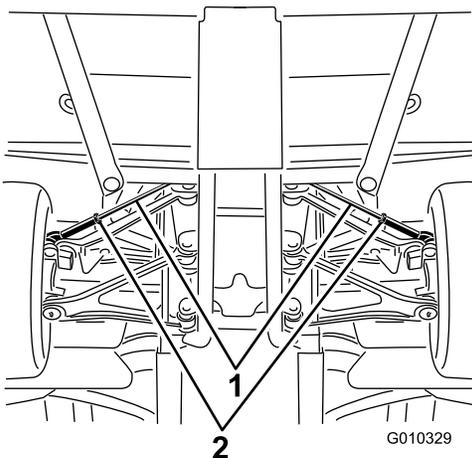

Figura 55
- A. Desaperte a porca de bloqueio no centro da barra de direcção (Figura 55).